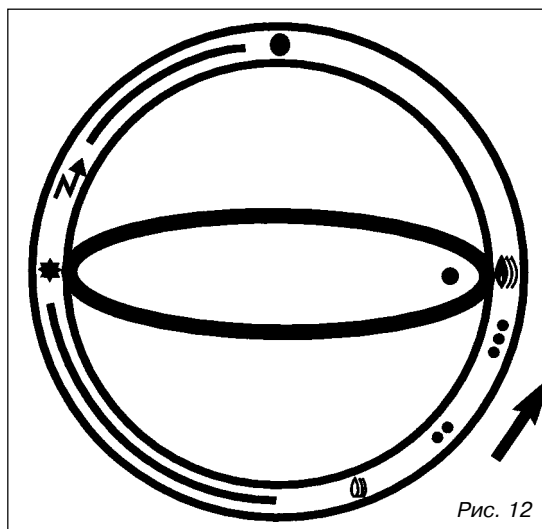

Рис. 12
- Когда запальная горелка воспламенится, подержать ручку несколько секунд в положении "✱" для установления рабочего состояния термпары системы защиты, а затем перевести ручку (поворачивая её по-прежнему в направлении стрелки) в положение между метками "☉" и "☉" (рис. 12).